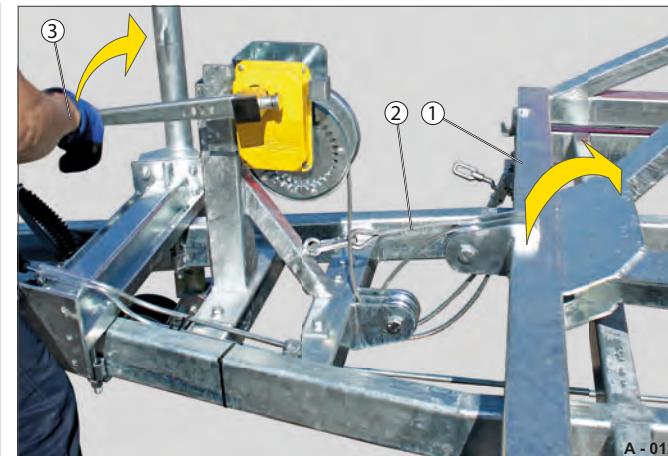

Fig. 7 Spil i betjeningsstilling
- ▶ Drej håndsvinget (Fig. 7 /3) i urets retning.
Wiren (Fig. 7 /2) slækkes. Tromlestativet (Fig. 7 /1) trykkes langsomt opad ved hjælp af gastrykfjedrene.